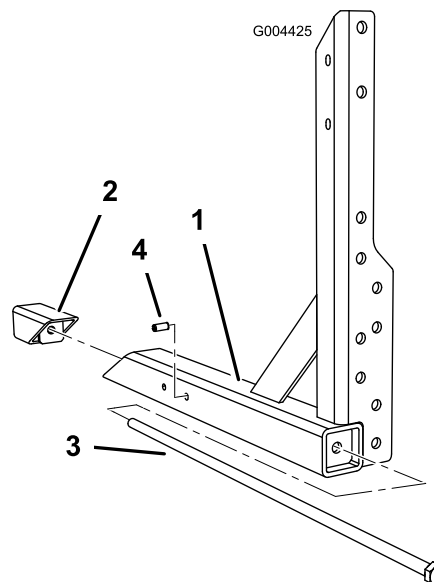

Bild 6
1. Stecken Sie die Rahmenschraube durch die Strebe in den Rahmenkeil (**Bild 6**).
2. Setzen Sie an den 5700-Spritzgeräten einen Rollstift in das äußere Loch neben der Winkelstütze (**Bild 6**).